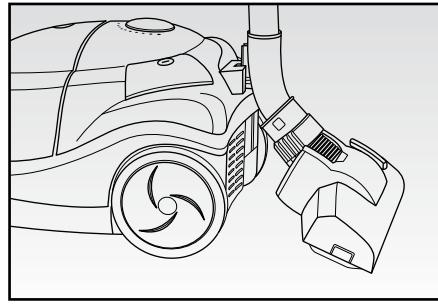

Fig. 5
- È possibile riporre l'apparecchio, utilizzando l'apposito gancio posteriore per la spazzola pavimenti (FIG. 5).